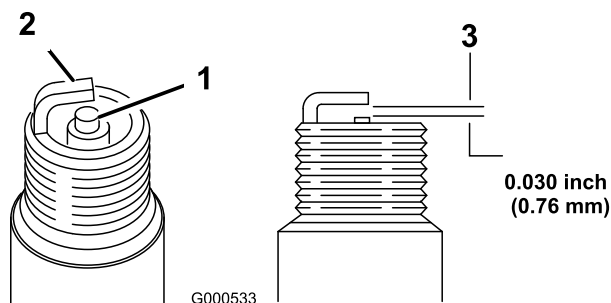

Figura 33
1. Mire la parte central de la bujía (Figura 33). Si se observa un color gris o marrón claro en el aislante, el motor está funcionando correctamente. Si el aislante
2. Compruebe la separación entre los electrodos central y lateral (Figura 33). Si la distancia no es correcta, doble el electrodo lateral (Figura 33).